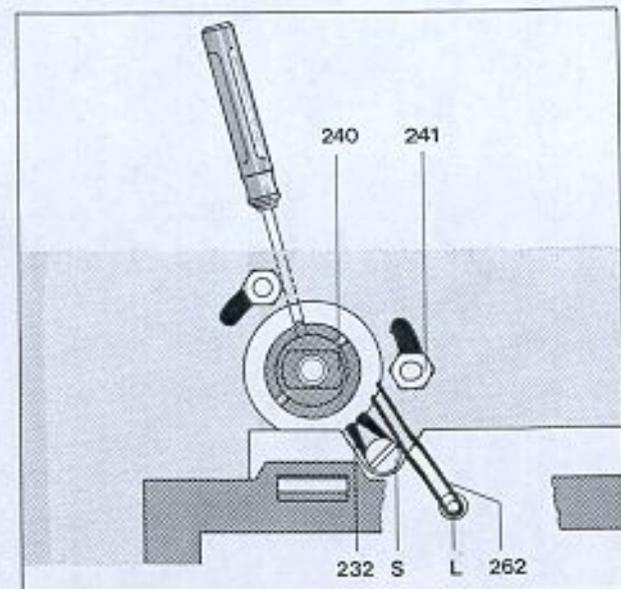

Fig. 3
- a) den Rundriemen (262) auf den Lagerbolzen (L) hängen (Fig. 3).
- b) den Flachriemen (232) über die Schraube (S) legen.
- 4.1 Mittels Drehthäkchen und Pinzette, die beiden Riemen wie folgt von der Antriebsrolle (240) nehmen:
- b) den Flachriemen (232) über die Schraube (5) hängen.
- 4.2 Antriebsrolle (240) so drehen, daß der Gewindestift (239) zwischen den hinteren Motorpfeilern steht. Dann mittels Schraubenzieher den Gewindestift (239) lösen und die Antriebsrolle nach oben abnehmen.